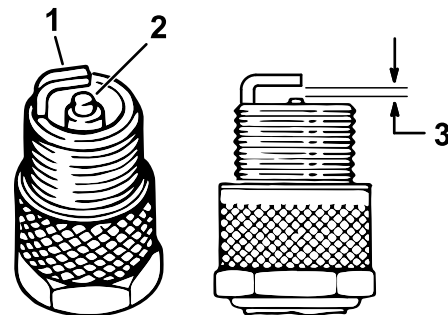

Bild 32
4. Prüfen Sie den Zustand der Seitenelektrode, der zentralen Elektrode und der Isolierung um die zentrale Elektrode, um sicherzustellen, dass nirgendwo Defekte aufgetreten sind (Bild 32).
5. Stellen Sie den Abstand zwischen der mittleren und seitlichen Elektrode auf **0,76 mm** ein, wie in Bild 32 dargestellt.